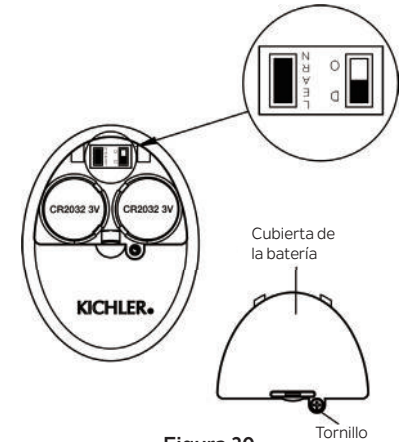

Figura 30
De lo contrario, el control remoto no funcionará. Para realizar este proceso manualmente, siga los pasos a continuación: Después de instalar y cablear la unidad, restaure la energía a su ventilador, presione y mantenga presionada la tecla LEARN (Aprender) durante 1 y 3 segundos, el ventilador se encenderá a velocidad media y la luz (si está instalada) se encenderá. Esto confirma que se ha completado el proceso de aprendizaje. Esta operación debe completarse dentro de los 30 segundos después de restaurar la energía al ventilador. (Figura 30)
NOTA: Asegúrese de que el interruptor deslizante en el compartimiento de la batería marcado "D O" esté en la posición "D". (Figura 30)
Paso 4. Vuelva a colocar la cubierta de la batería y apriete con un destornillador. (Figura 30)